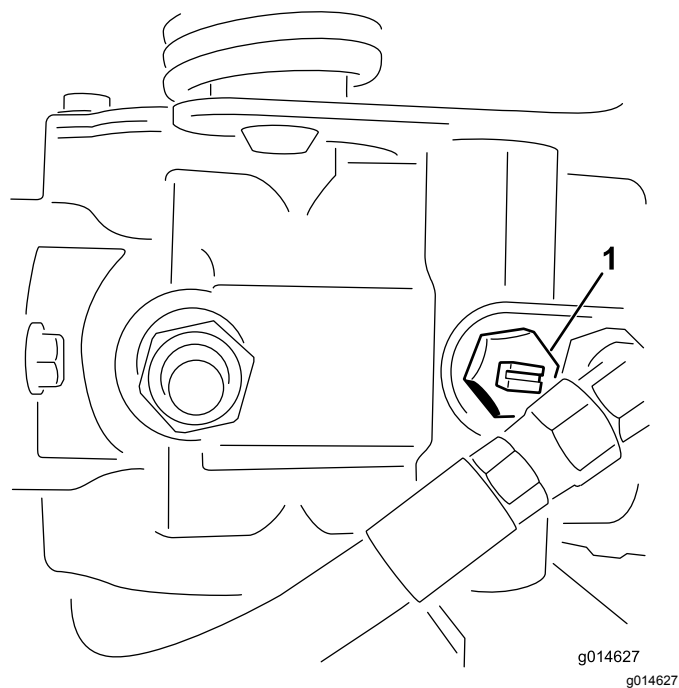

Figura 26
1. Girate la valvola bypass sulla pompa in modo che la scanalatura sia verticale (Figura 26).
2. Prima di avviare il motore chiudete la valvola bypass girandola in modo che la scanalatura sia orizzontale (Figura 26).